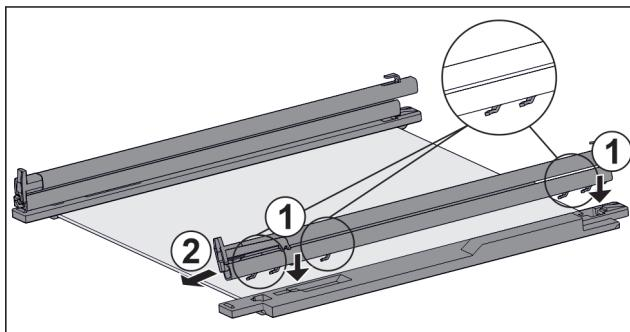

Fig. 131 Стеклянная пластина с направляющими и крепежными элементами
- ▶ Поместите крючки направляющей в отверстия **левого** крепежного элемента. Fig. 131 (1)
- ▶ Потяните направляющую вперед. Fig. 131 (2)
- ▶ Поместите крючки направляющей в отверстия **правого** крепежного элемента. Fig. 131 (1)